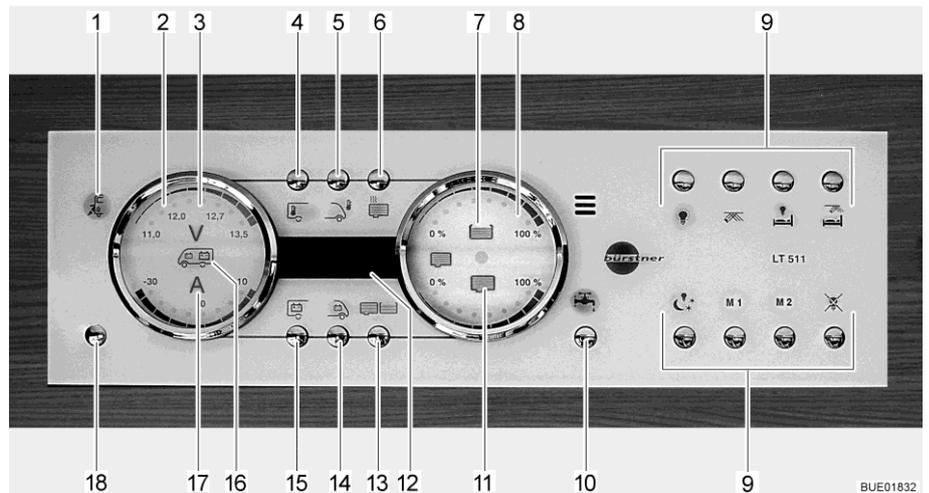

Fig. 120 Panel LT 511
Se enciende la luz de control de 230 V (Fig. 120,1) cuando hay tensión de red en la entrada del bloque eléctrico.
El interruptor principal de 12 V (Fig. 120,18) conecta y desconecta el panel y la alimentación de 12 V del habitáculo.
Conectar: Pulsar la tecla de la alimentación de 12 V (Fig. 120,18) brevemente. La alimentación de 12 V del habitáculo está conectada. La visualización de control "12 V" está encendida.
- ▷ En caso de que después de la conexión parpadeen tanto el LED "11,0" de la visualización de voltios así como el símbolo Voltios "V" (Fig. 120,3) en el instrumento indicador Baterías (Fig. 120,2), será demasiado baja la tensión de la batería del habitáculo. Cargar la batería.
- ▷ En caso de que después de la conexión parpadeen tres veces la visualización de control 12 V y el símbolo Voltios V (Fig. 120,3), estará activada la separación de batería. Desactivar la separación de batería.
Desconectar: ■ Pulsar la tecla de la alimentación de 12 V (Fig. 120,18) brevemente. La alimentación de 12 V del habitáculo está desconectada. La visualización de control "Alimentación de 12 V" se apagará.
- Pulsar la tecla Batería del habitáculo (Fig. 120,15) y mantenerla pulsada aprox. 10 segundos. El símbolo Voltios "V" (Fig. 120,3) y la visualización de control "12 V" parpadearán tres veces. La batería del habitáculo está separada de la red de a bordo de 12 V.
- Pulsar la tecla de la alimentación de 12 V (Fig. 120,18) y mantenerla pulsada aprox. 5 segundos. El símbolo Voltios "V" (Fig. 120,3) y la visualización de control "12 V" parpadearán tres veces. La batería del habitáculo está conectada a la red de a bordo de 12 V. La visualización de control estará encendida durante aprox. 5 segundos.
- Pulsar la tecla Batería del habitáculo (Fig. 120,15). El símbolo Voltios "V" (Fig. 120,3) estará encendido. Según la carga o la descarga, el símbolo Amperios "A" (Fig. 120,17) estará encendido de color blanco o bien rojo. La tensión de la batería y la corriente de la batería del habitáculo son visualizadas a través de LED en el instrumento indicador.
- Pulsar la tecla Batería del motor de arranque (Fig. 120,14). El símbolo Voltios "V" (Fig. 120,3) estará encendido. La tensión de la batería del motor de arranque es visualizada a través de LED en el instrumento indicador.
- Pulsar la tecla Depósitos (Fig. 120,13). Los símbolos Depósito de agua (Fig. 120,7) y Depósito de aguas residuales (Fig. 120,11) estarán encendidos. Los niveles de llenado del depósito de agua (escala superior) y del depósito de aguas residuales (escala inferior) serán visualizados a través de LED en el instrumento indicador.
El símbolo Depósito de agua (Fig. 120,7) o el símbolo Depósito de aguas residuales (Fig. 120,11) parpadeará si el depósito de agua está vacío o el depósito de aguas residuales está lleno.
A través del visualizador digital (Fig. 120,12) es posible visualizar la temperatura interior y la temperatura exterior.
- Pulsar la tecla Temperatura interior (Fig. 120,4). Indica la temperatura interior.
- Pulsar la tecla Temperatura exterior (Fig. 120,5). Indica la temperatura exterior.
Con la tecla Bomba de agua (Fig. 120,10), se puede conectar y desconectar la bomba de agua.
Conectar: ■ Pulsar la tecla Bomba de agua (Fig. 120,10). El símbolo estará encendido.